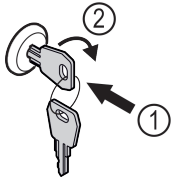

Fig. 143
- ▶ Introduceți cheia prin apăsare Fig. 143 (1).
- ▶ Rotiți cheia cu 90° în sensul acelor de ceasornic Fig. 143 (2).